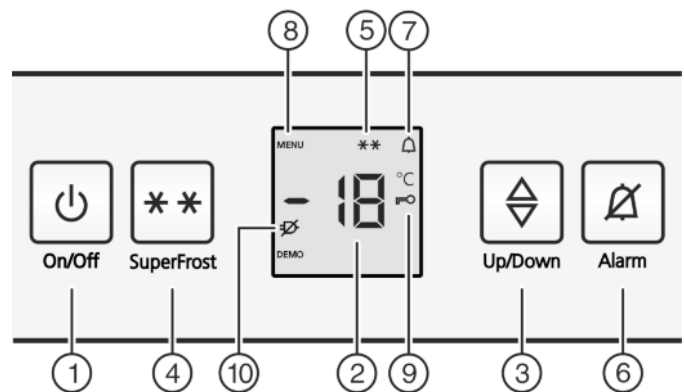

Fig. 2
- ▶ Appuyez sur la touche marche/arrêt *Fig. 2 (1)*.
- ▶ Activer le mode de réglage : appuyer sur la touche SuperFrost *Fig. 2 (4)* pendant env. 5 secondes.
- ▷ Le symbole Menu *Fig. 2 (8)* apparaît dans l'affichage.
- ▶ Confirmez en appuyant brièvement sur la touche SuperFrost *Fig. 2 (4)*.
- ▷ Le symbole Sécurité enfants *Fig. 2 (9)* s'allume dans l'affichage.
- ▶ Pour mettre fin au mode de réglage : Appuyez brièvement sur la touche On/Off *Fig. 2 (1)*.
- ▷ Le symbole Sécurité enfants *Fig. 2 (9)* s'éteint.
- ▶ Appuyez brièvement sur la touche On/Off *Fig. 2 (1)*.
- ▶ Appuyez sur la touche Alarme *Fig. 2 (6)*.
L'affichage de la température clignote en même temps que le symbole Alarme *Fig. 2 (7)*.
L'avertisseur sonore s'éteint automatiquement et le symbole Alarme *Fig. 2 (7)* et l'affichage de température arrêtent de clignoter lorsque la température est de nouveau suffisamment froide.